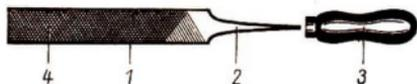

Bild 15 Feile
Womit feilen wir? Zum Feilen benutzen wir eine **Feile** (Bild 15). Sie besteht aus dem **Feilenblatt** (1), der **Angel** (2) und dem **Heft** (3). Auf dem Feilenblatt erkennen wir die **Feilenhiebe** (4). Die Angel ist spitz ausgeschmiedet. Auf ihr wird das Heft befestigt.